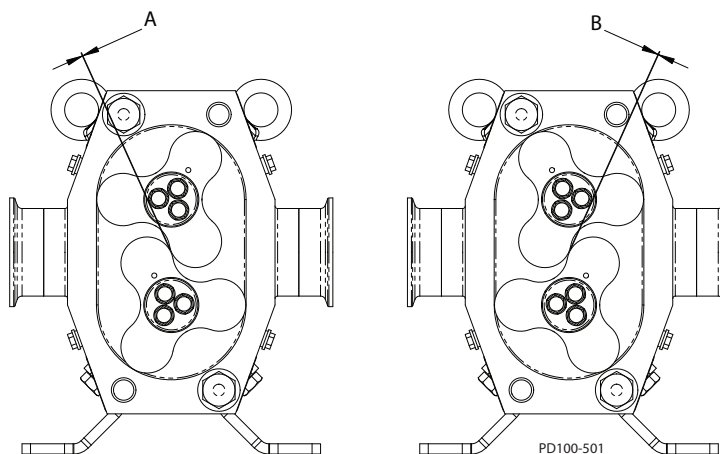

Рисунок 62 : Зазор ротора
5. Согласно диаметрально противоположной последовательности, затяните винты до значения, показанного в Таблица 10 на странице 42 для "Шага 1." Не поворачивайте винт на более чем 1/4 оборота за один раз для того, чтобы обеспечить равномерную нагрузку зажима. Предполагаемые образцы приводятся в Рисунок 62, изложенном по номеру модели.
10. Проверьте зазор от ротора к ротору при размещении как показано в Рисунок 62.
11. Размеры зазора “А” и “В”, показанные в Рисунок 62 должны находиться в пределах диапазонов, указанных в Таблица 11 во всех положениях. При необходимости отрегулируйте положение редуктора на приводном валу.